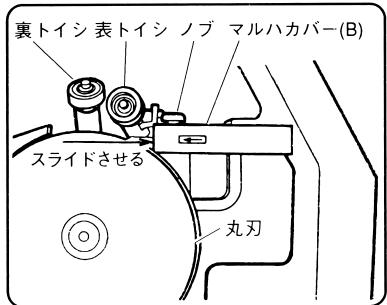

図 19-1
**注** ●トイシは丸刃を研磨したときの位置(図 19-1)にしておきますと、肉くずや脂肪が付着し、目づまりを起こします。研磨後は必ずトイシをもとの位置にもどしてください。
- (1) ノブをゆるめて、マルハカバー(B)を矢印方向にスライドさせます。(図 19-1)
- (2) 表トイシ、裏トイシ(図 19-1)の出入りは、それぞれのノブをまわして行ないます。それぞれのノブをまわし、トイシを丸刃に接触させて、トイシ角度が(図 30-1, 参照)のようになっているか確認します。